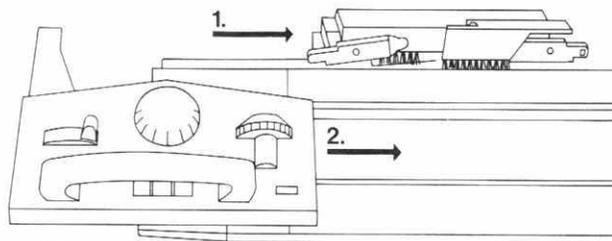

Fig. 10
3. Hinteres Schloss (ohne Handgriff) von links auf Apparat bringen, Fig. 10/1.
4. Vorderes Schloss von links auf Apparat bringen, Fig. 10/2 und mit hinterem Schloss koppeln.